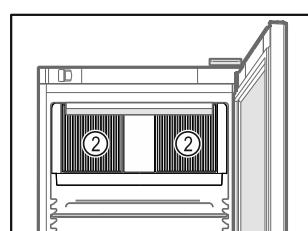

Fig. 76
- Дръжте вентилационните отвори Fig. 76 (2) на циркуляционния вентилатор във вътрешността свободни.